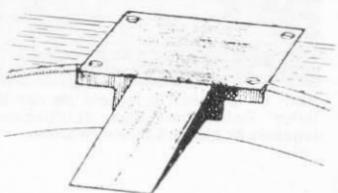

Abb. 1. Das selbstgebaute, aber trotz einer gewissen Vereinfachung recht ansprechend wirkende Empfangsgebäude „Danielshausen“.
4. Wird der Spiegel — etwa um lange Abstellgleise o. ä. vorzutäuschen — direkt hinter stumpf endenden Gleisen angebracht, müssen diese genau rechtwinklig zum Spiegel verlaufen, da sonst (Alte Schulweisheit: Einfallsinkel ist gleich Ausfallsinkel) ein mehr oder weniger starker „Knick in der Optik“ die er strebte Illusion zunichte machen würde (s. auch Abb. 1).
Abb. 1. So hält man die kleine, handliche Spritzpistole beim Spritzen, wobei das Farbglas zugleich als Auflagefläche dient. Außerdem wird hier demonstriert, wie z. B. filigrane Kleinteile — In diesem Fall die neuen Ventile von Günther, s. S. 745 — zu spritzen sind.
Neben den bereits genannten Vorteilen ist noch die ausgesprochen leichte Handhabung der Pistole (s. Abb. 1) zu erwähnen, die praktisch wie ein Bleistift in der Hand liegt und dadurch ein äußerst exaktes und „zielgerichtetes“ Arbeiten ermöglicht. Selbst mit größtem Farbglass (gefüllt) wiegt die Pistole nur 290 g, liegt also leicht in der Hand.